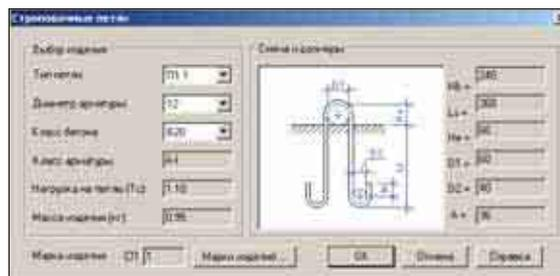

Рис. 24
- **Строповочные петли** – отрисовка строповочных петель и включение их в состав формируемых конструкций для последующего специфицирования (рис. 24).